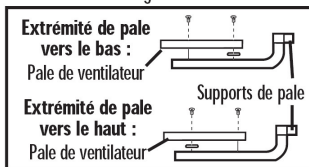

Figure 2
- d. Les pales sont mal équilibrées. Vérifiez en sélectionnant un point au plafond juste au-dessus du bout d'une des pales. Mesurez la distance entre les deux et s'assurer qu'elle est identique pour chaque pale. Si les niveaux sont inégaux dans chaque cas, réglez en conséquence (voir Figure 2) :